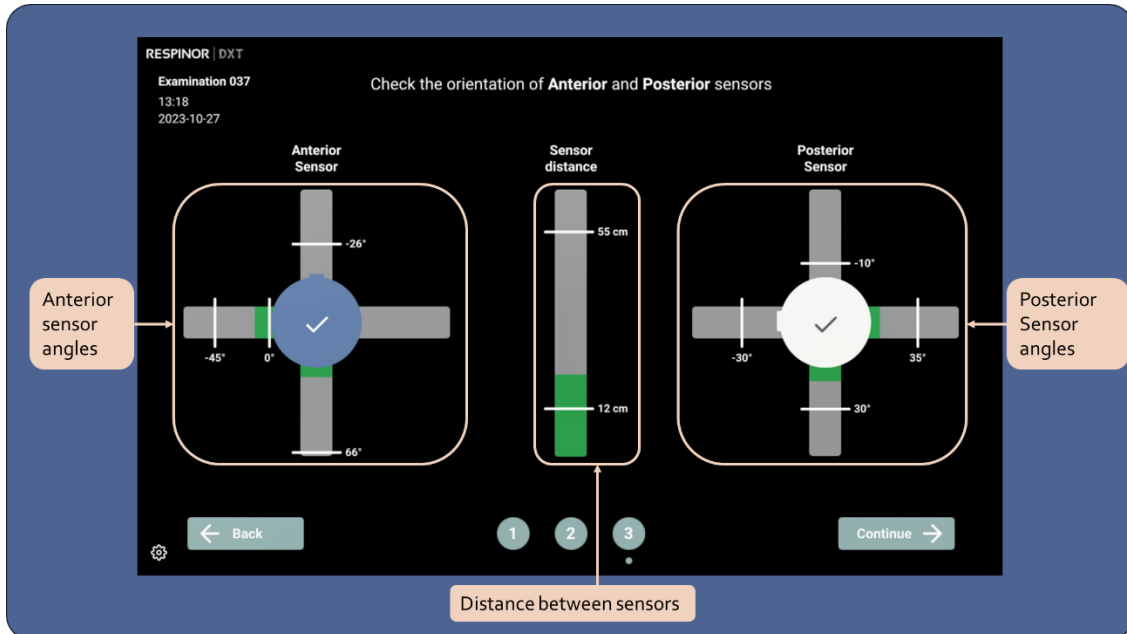

Figure 7. Exemple d'orientation correcte des capteurs et de distance entre les capteurs.
L'écran interactif de positionnement des capteurs affiche les angles des capteurs antérieur et postérieur ainsi que la distance entre eux, afin d'aider à un positionnement précis des capteurs (Figure 7).
- Orientation et distance correctes des capteurs : les axes s'affichent en vert et un symbole (✓) apparaît à l'écran (Figure 7).